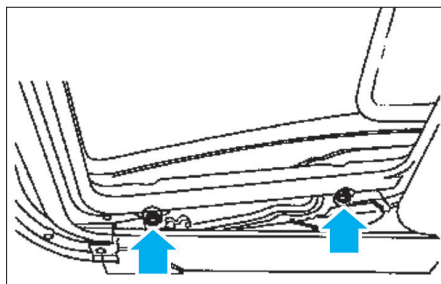

FIG. 33
• Ouvrir et déposer les 2 vis de chaque côté du couvercle en verre de toit ouvrant (Fig.33).